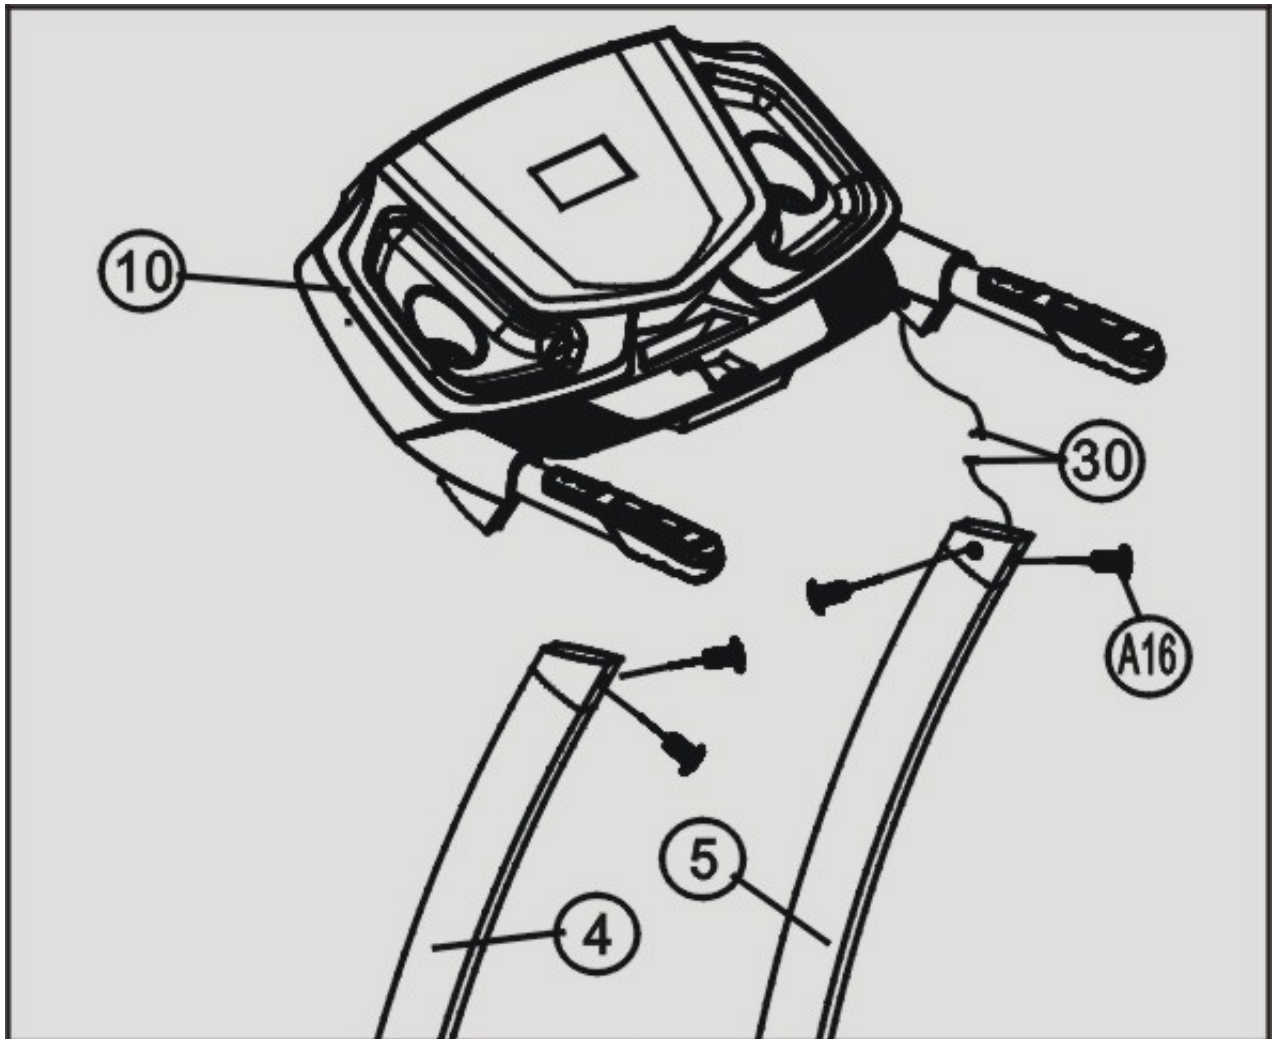

Figure 3
- a. Die Signalleitung (30) mit der Leitung seitens des Computers/ der Griffe (10) verbinden (siehe Abbildung 3).
- b. Den Computer (10) an der linken und rechten Stange (4, 5) mit vier Bolzen M8 x 16 (A16) befestigen (siehe Abbildung 3).